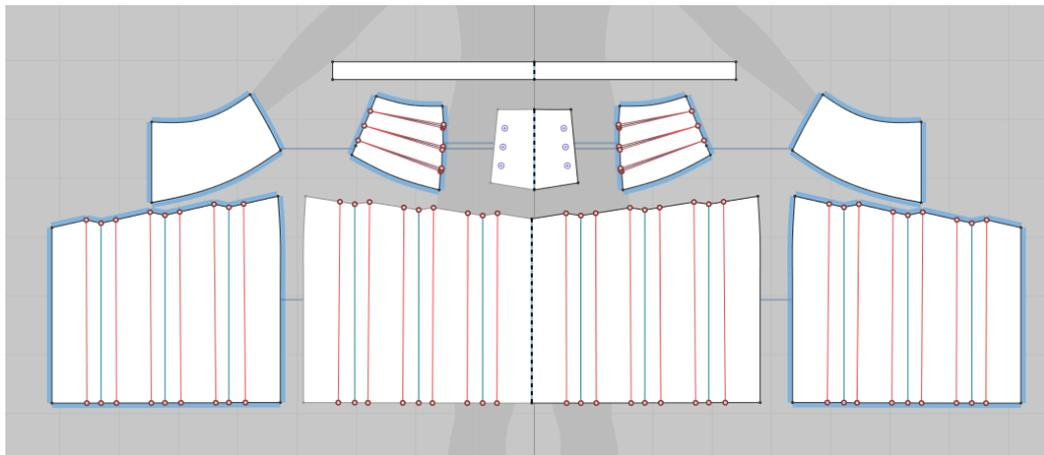

图 5-1-9 褶的折叠角度设置
(6) 选择 2D 视窗工具栏中“ (编辑板片)”工具，左键点击选中后裙片三个褶的两边线（同时按下“Shift”键进行加选，被选中褶线呈黄色），在右侧属性窗口中将折叠角度设置为“0”；按照同样操作将前裙片、前育克的褶两边线折叠角度设置为“0”，结果如图 5-1-9 所示。